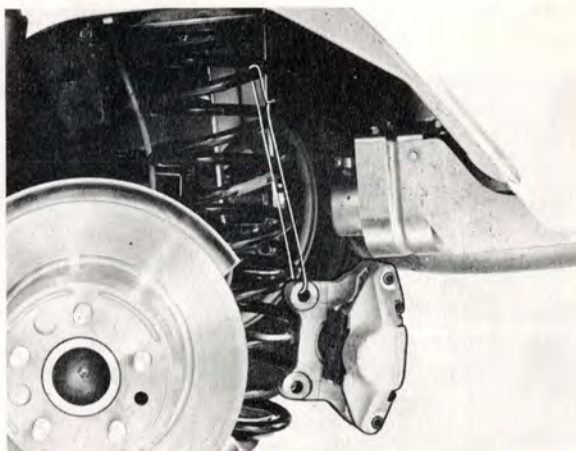

Bild 5-18.
4. Häng upp bromsoket i en ståltråd, så att inga skarpa bockar uppstår på bromsröret (bild 5-18).
7. Häng upp bromsoket i en ståltråd, så att inga skarpa bockar uppstår på bromsröret (bild 5-18).